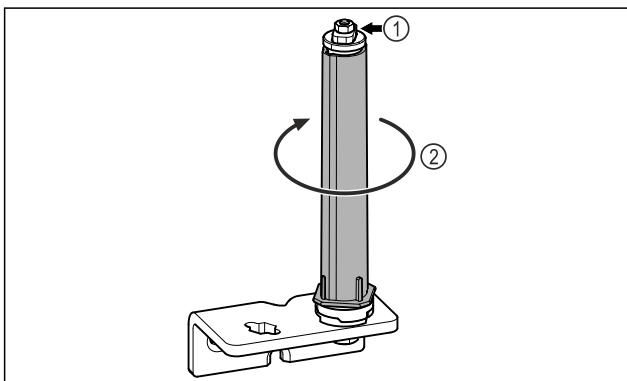

Fig. 23
- ▶ Μην αποσυναρμολογείτε το σύστημα κλεισίματος πόρτας Fig. 23 (1).
- ▶ Περιστρέψτε το σύστημα κλεισίματος Fig. 23 (2), μέχρι να κάνει κλικ.